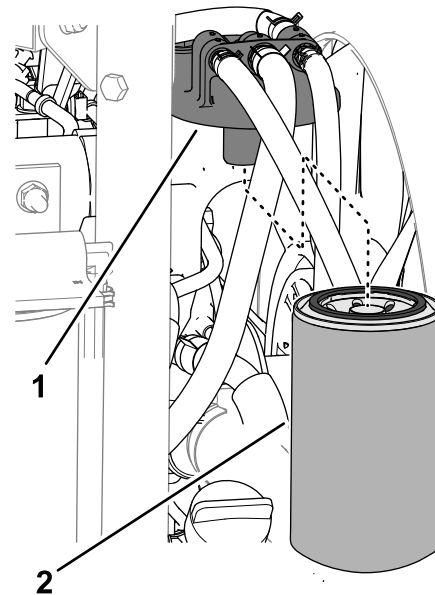

Figura 117
2. Pulite le superfici circostanti la testa del filtro del carburante (Figura 117).
3. Togliete il filtro e pulite la superficie di montaggio della testa del filtro (Figura 117).